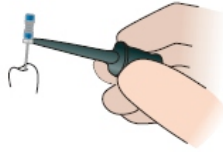

Рис. 17
- Вставьте эндофайл в канал зуба, удерживая держатель файла за металлическую часть (Рис. 17);